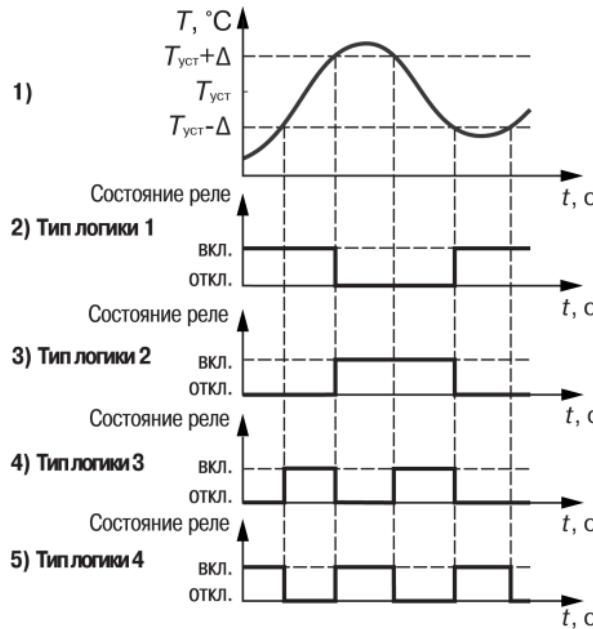

Рисунок 7.3 – Типы логики
- **Тип логики 1 «Прямой гистерезис»** (рисунок 7.3, график 2) используется для сигнализации о достижении контролируемым параметром значения ниже заданной границы. Выходное реле «Авария объекта» включается при температурах $T < T_{\text{уст}} - D$, а выключается при
- **Тип логики 2 «Обратный гистерезис»** (рисунок 7.3, график 3) используется для сигнализации о превышении параметром заданной границы. Выходное реле включается при температурах ($T > T_{уст} + D$), а выключается при ($T < T_{уст} - D$).
- **Тип логики 3 «П-образная»** (рисунок 7.3, график 4) применяется для сигнализации о нахождении температуры в заданных границах. Выходное реле включается при температурах ($T_{уст} - D < T < T_{уст} + D$).
- **Тип логики 4 «U-образная»** (рисунок 7.3, график 5) применяется для сигнализации о выходе температуры за заданные границы. Выходное реле включается при температурах ($T < T_{уст} - D$) или ($T > T_{уст} + D$).